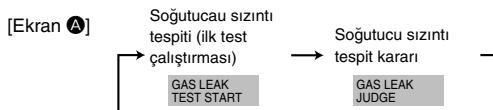

Fig. 8-2
- ② **CLOCK** (V) düğmesine basın ve [GAS LEAK TEST START] (GAZ SIZİNTİ TESTİNİ BAŞLAT) seçeneğini seçin. (Fig. 8-2)